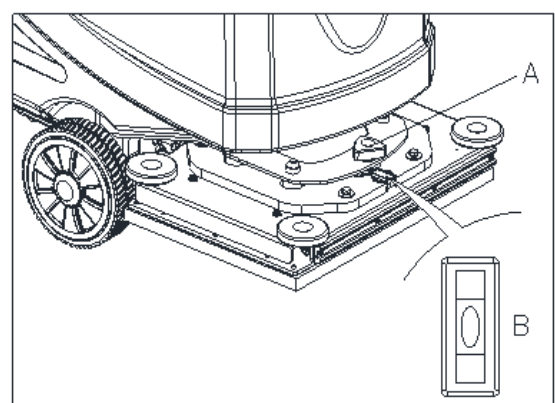

Figure 8.1
2. Régler le niveau du pont orbital en ajustant la poignée (A, Figure 8.1), avec la bulle au milieu (B Figure 8.1).